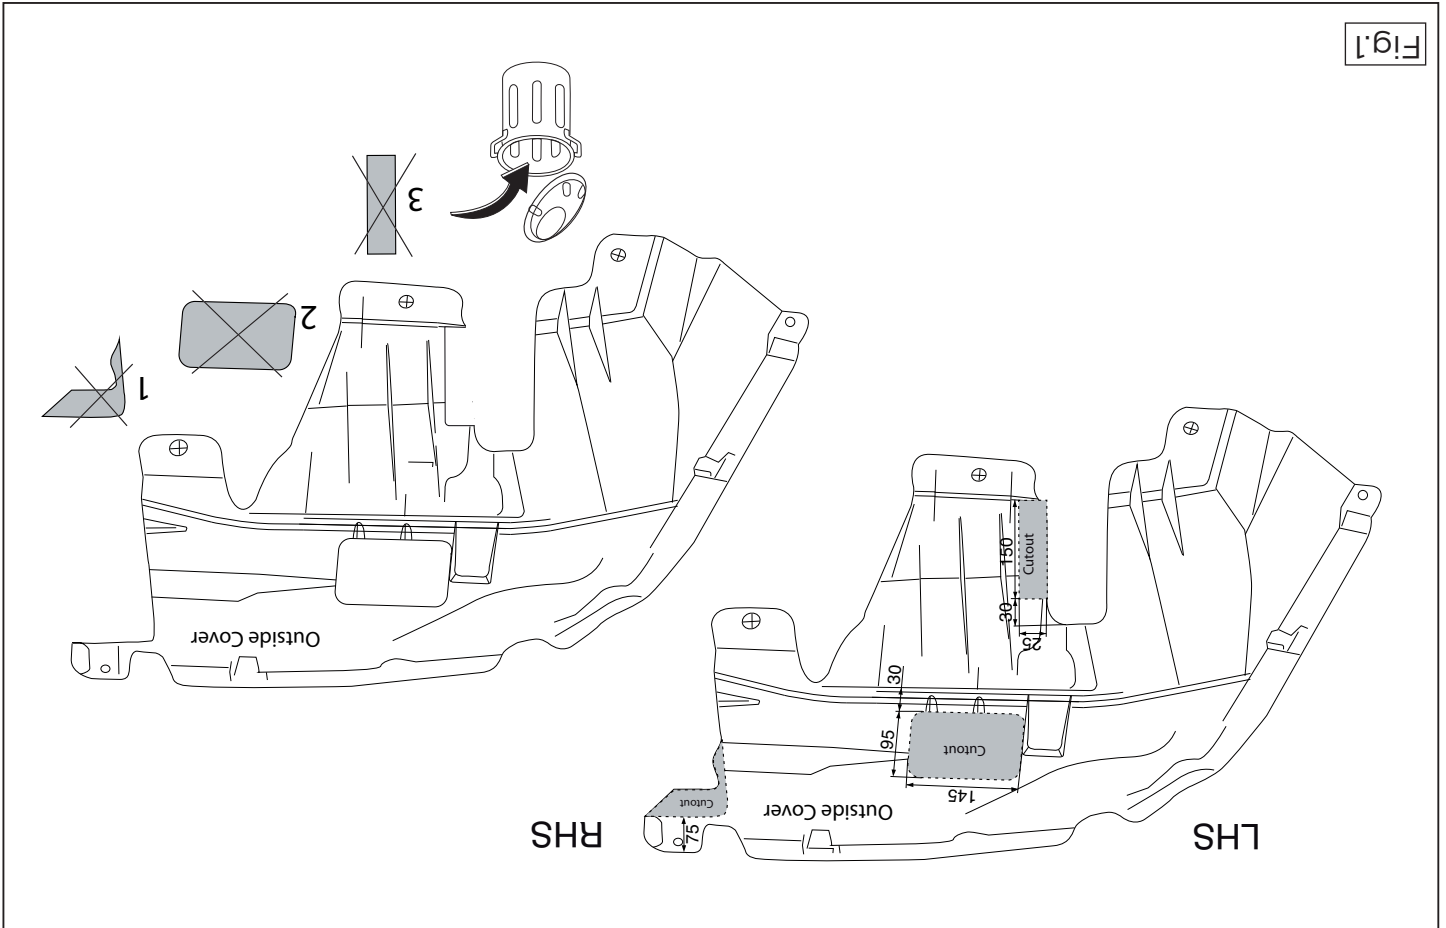

Fig.1
7. Saw out the portions as indicated in fig. 1.
7. Gemäß Abb. 1 die angegebenen Teile heraussägen.
7. Scier les parties indiquées conformément à la figure 1.
7. Såga ut delarna enligt fig. 1.
7. Выпилить обозначенные части, как указано на рис. 1.